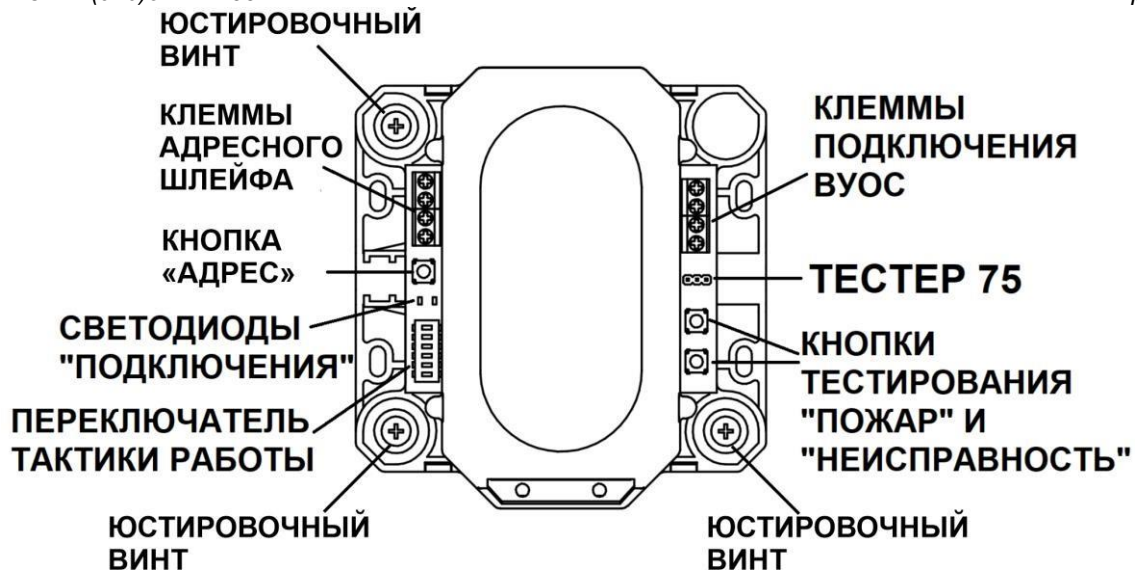

Рисунок 9
3.7.6 Подбор положений приёмопередатчика производится путём закручивания или откручивания трёх юстировочных винтов в углах приёмопередатчика в горизонтальной и вертикальной плоскостях (см. рис. 9).